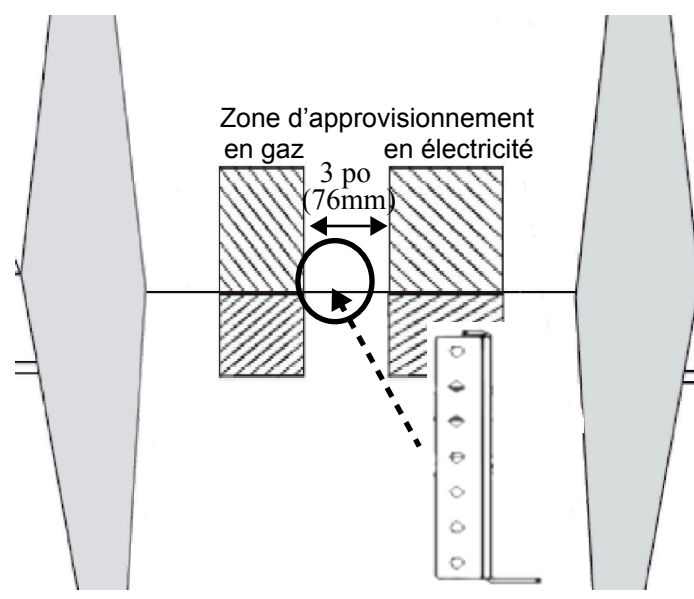
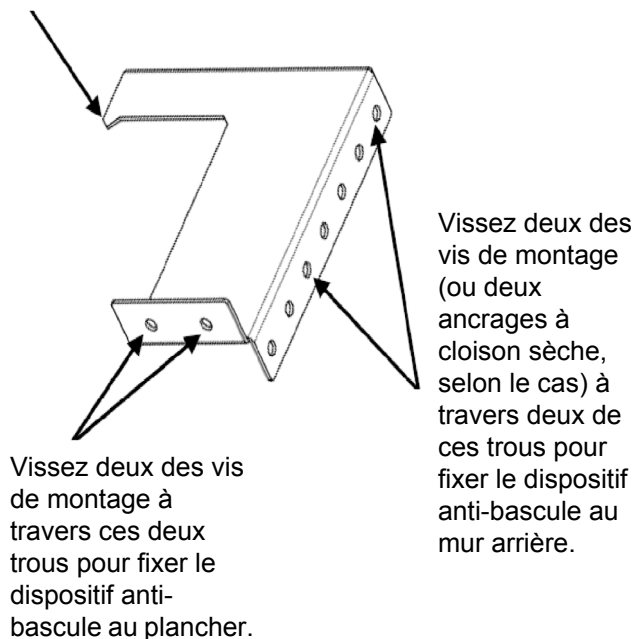

Figure 12: Emplacement pour le montage du support anti-basculer
Figure 13: Support anti-bascule
- Dans tous les cas, vous devez utiliser au moins deux vis de montage pour fixer le support anti-basculer au plancher, ou deux vis de montage (ou ancrages pour cloison sèche) pour le fixer au mur situé derrière l'appareil (voir *Figure 12* et *Figure 13*).
2. Placez le support sur le plancher près du centre de l'endroit où l'appareil sera installé (illustré sur la Figure 12).